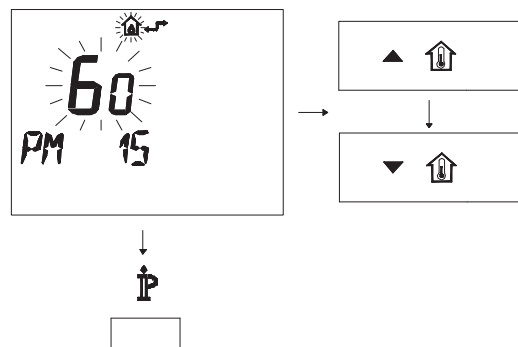

Fig. 5.52
- Modificare il SET programmato agendo sui pulsanti ▲ **U** o ▼ **U** fino a visualizzare un **set di 60**, aspettare che il numero programmato cominci a lampeggiare (Fig. 5.52)